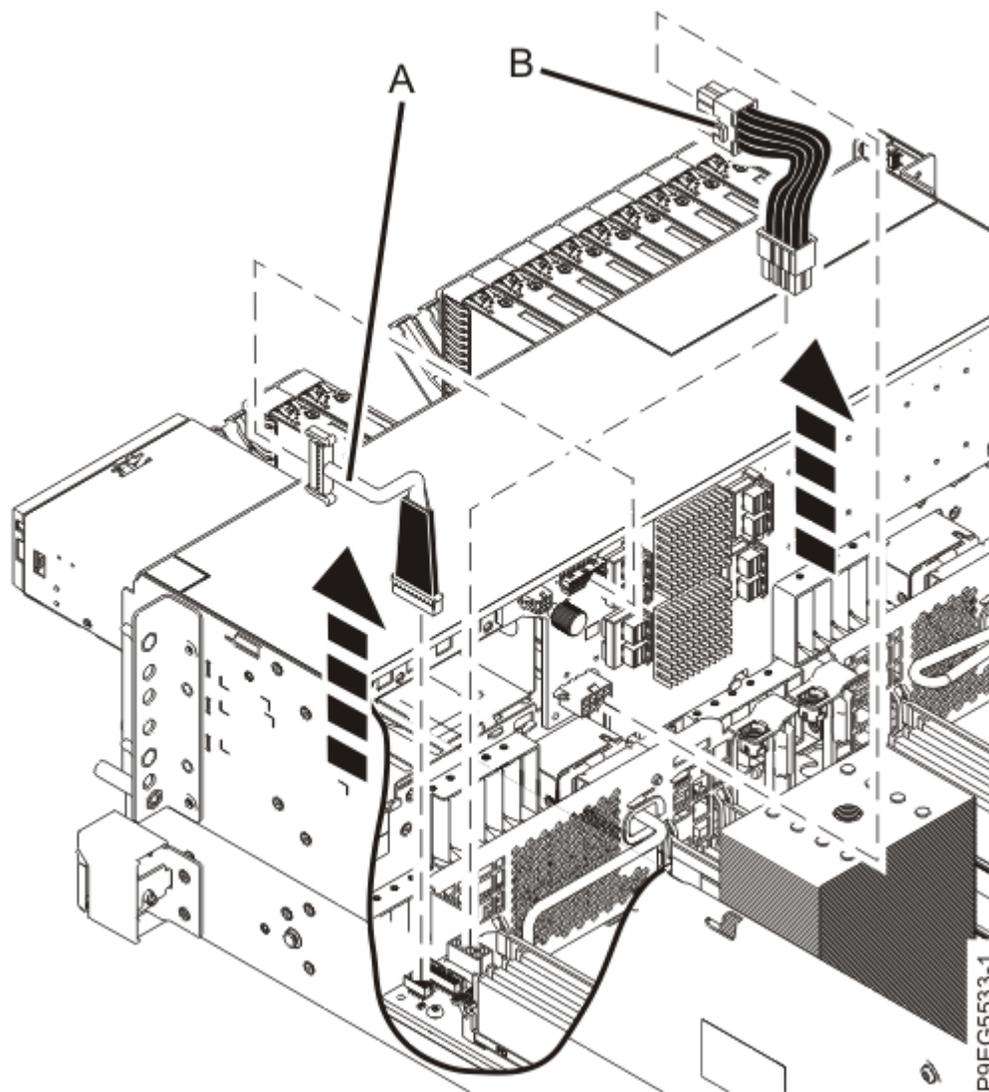

Figura 111. Desconectando os cabos de sinal e de energia
3. Etiquete e desconecte o cabo de sinal **(A)** do painel traseiro da unidade de disco conforme mostrado na Figura 111 na página 128.